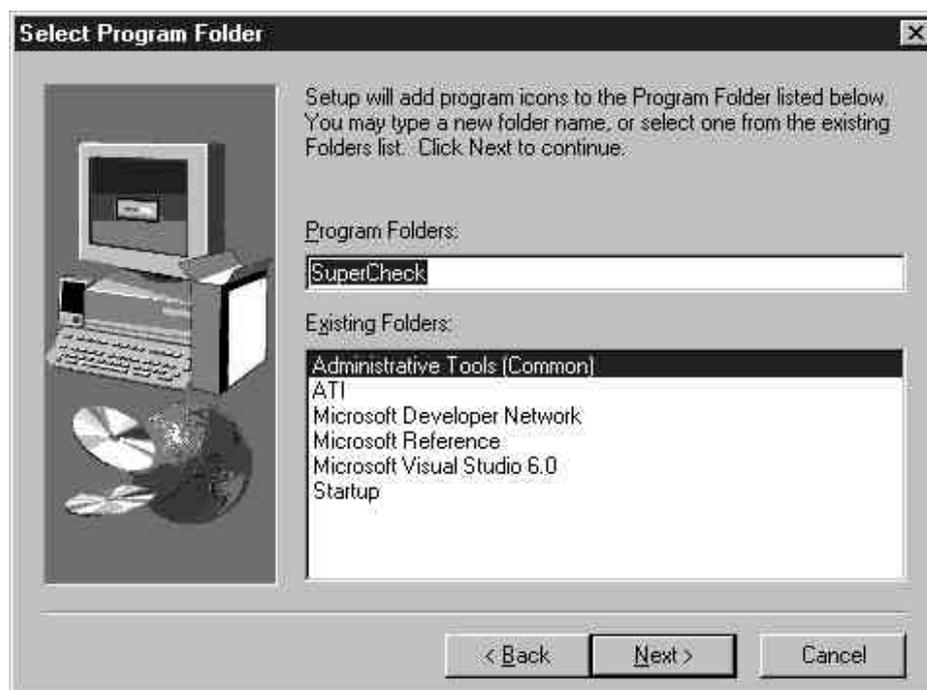

Figure 20 : La fenêtre « Select Program Folder »
8) La fenêtre « Select Program Folder » s'affiche ensuite, comme illustré à la Figure 20 ci-dessous. Choisissez un répertoire où placer cet élément en indiquant le chemin de ce répertoire et en sélectionnant un répertoire « parent » sur la liste pour y placer le contenu de ce répertoire. Cliquez sur le bouton « Next » pour continuer.